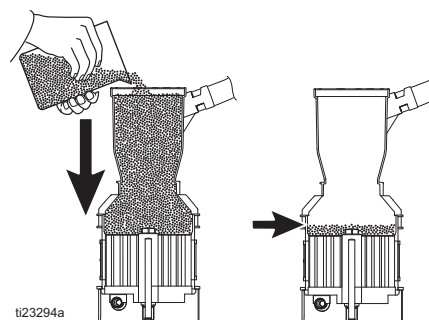

FIG. 23
6. Al finalizar la dispensación del día, dispense en un contenedor de desechos hasta que el nivel de material haya superado la sección principal del fundidor. Consulte FIG. 23.